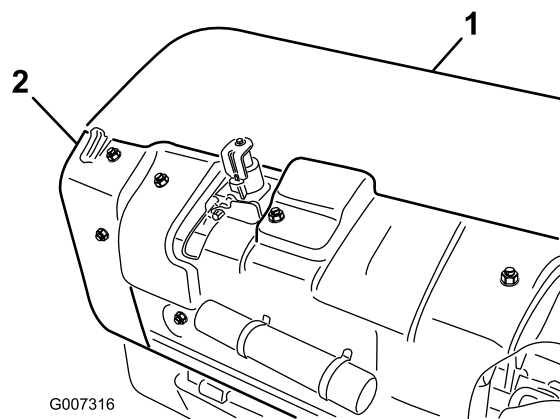

Figura 34
- A. Togliete la copertura della testa di carotaggio posteriore (Figura 34).
- B. Togliete i bulloni di montaggio del carter della puleggia e rimuovete il carter (Figura 34).